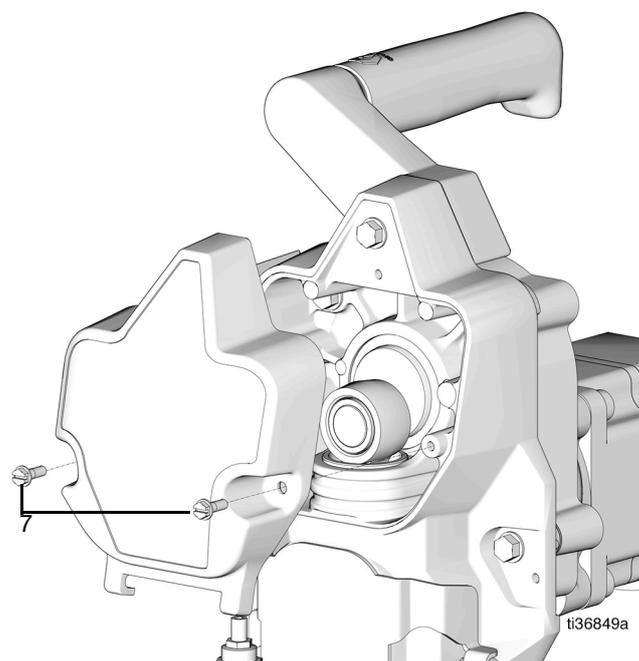

FIG. 14
14. Remplacez le couvercle sur l'avant de la pompe (7) et fixez-le avec les deux boulons (FIG. 14).